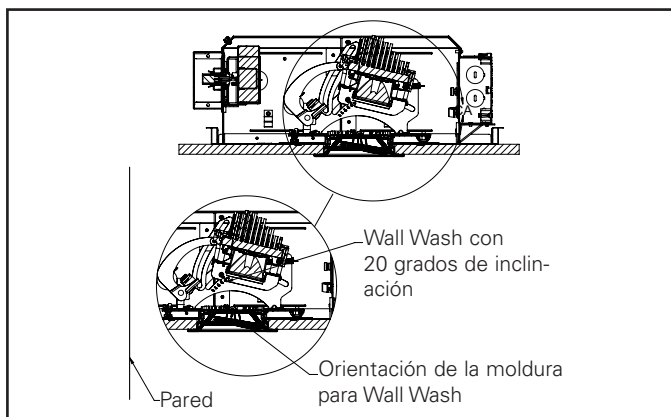

Figura 20
7. Si se utiliza una moldura para Wall Wash o una moldura ajustable, el ángulo de la lente de la moldura debe alinearse con la dirección y el ángulo del cabezal del mecanismo (Figura 20).